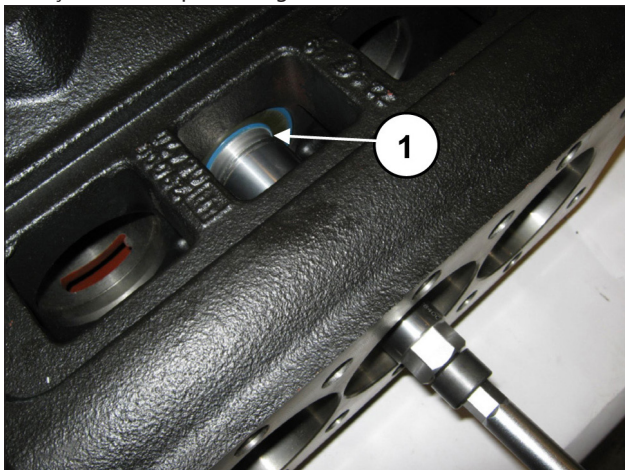
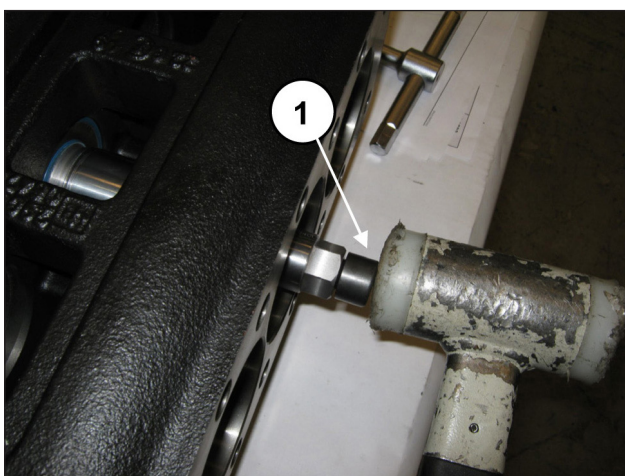

Fig. 34
Fig. 35
Insira a ferramenta entre a haste e a borda das vedações do óleo (pos. ①, Fig. 34) e, mediante o mecanismo de percussão, forneça a inserção completa da zona cônica no interior da vedação do óleo (pos. ①, Fig. 35).